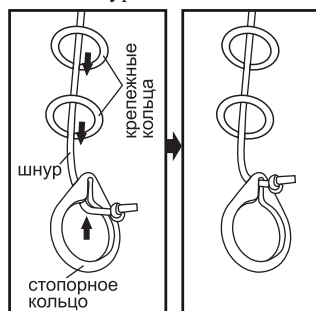

Рис.3
- ③ Для развески шторы необходимо распустить **шнуры**, сняв с них фиксирующие резинки.
- ④ Проверьте натяжение каждого шнура, потянув за них рукой вниз. **Убедитесь, что все шнуры полностью выпущены из рабочих блоков.**
- ④А Определите нижний край шторы в её опущенном положении; на этом уровне завяжите узелки на шнурах; убедитесь, что все узелки находятся на одном горизонтальном уровне.
- ⑤ Закрепите штору на карнизе Компакт-Лип с помощью ленты «Лип», пришитой к верхней части шторы с изнаночной стороны.
- ⑥ Пропустите шнуры через все крепежные кольца, закреплённые на шторе. Закрепите на нижних узелках стопорные колечки с ушком (рис.3). При подготовке шторы к стирке нижние узелки не требуется развязывать. Стопорные колечки легко снимаются за счет паза на ушке.
- ⑦ Распустите **цепочку**, сняв с неё фиксирующую резинку.
- ⑧ Проверьте работоспособность карниза, опустив и подняв штору с помощью цепочного механизма.